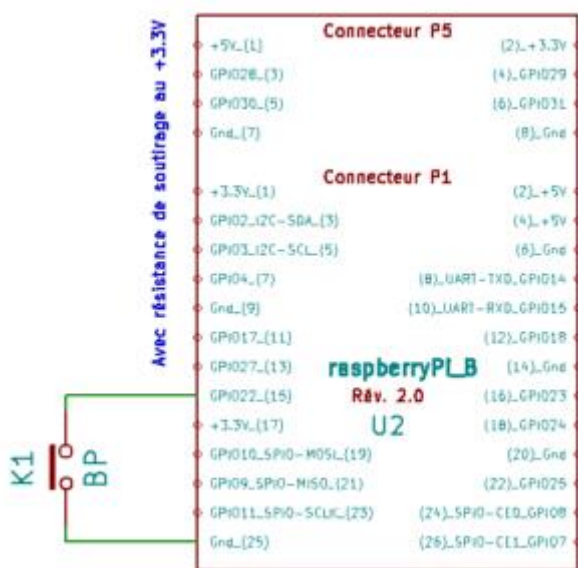

Figure 4a
L'utilisation des montage des figures 4a et 4c semble plus opportun. En effet, si l'on déporte le BP (entrée et masse), il y a moins de risques de court circuit accidentel qu'avec les schémas 4b et 4d (entrée et +3.3V).
En reliant le BP au +3.3V, on aura également une vision plus digeste des actions. En appuyant sur le BP (1), la broche d'entrée se retrouve au niveau +3.3V soit un niveau logique 1. Si l'on fait l'inverse (figures 4a et 4c), il faudra faire une gymnastique intellectuelle car un appuie sur le BP (1), on aura l'entrée qui va passer au niveau 0V, soit un 0 logique.